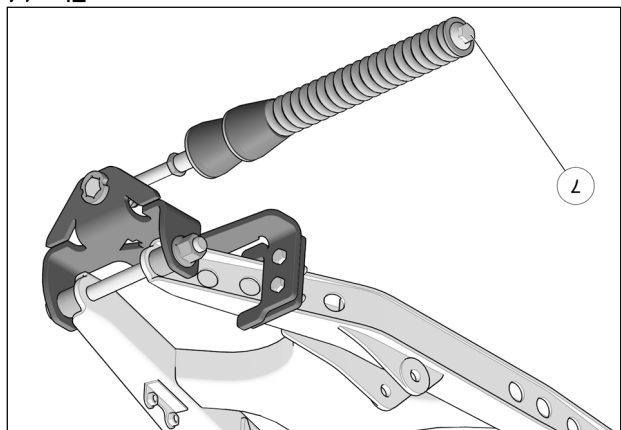

Fig. 14
15. Vérifier que le boulon du ressort (7) est serré au couple recommandé : 75 N•m [55 lb•pi]. Fig. 14